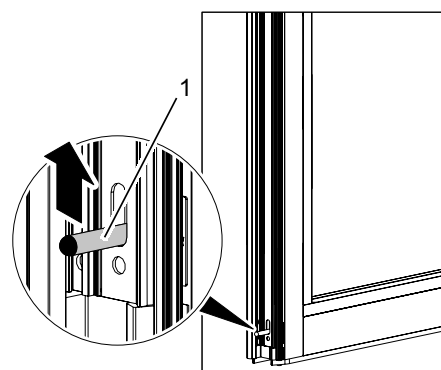

Abb. 6: Stirnfeststeller betätigen
1. Stirnfeststeller (Abb. 6/1) mit der Fußspitze oder der Hand nach oben drücken.